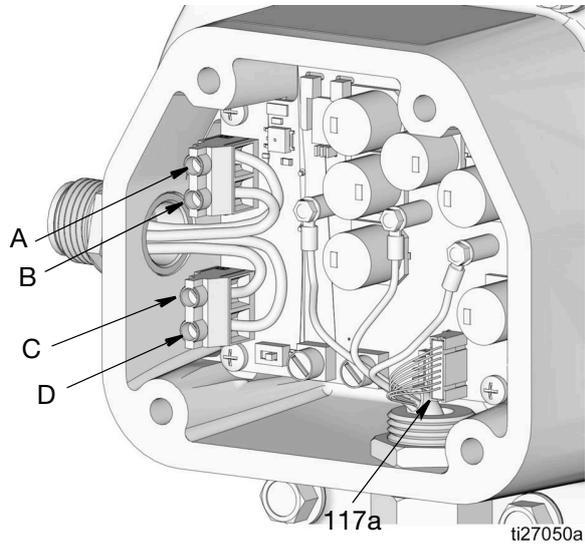

图 67
- 7. 从电机控制板断开传感器电缆 (117a) 连接 (图 67)。
- 8. 断开电源与电源输入 (A 和 B) 以及泵控制器接头 (C 和 D) 的连接 (参见图 67 和控制面板, 第 13 页)。
2. 将电源与电源输入 (A 和 B) 以及泵控制器接头 (C 和 D) 连接 (图 67 和 A、B、C、D, 第 13 页)。用 5.5-7 英寸磅 (0.62-0.79 牛·米) 的扭力拧紧。